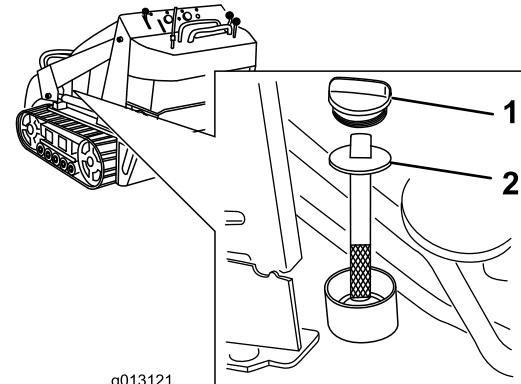

Bild 61
5. Reinigen Sie den Bereich um den Füllstutzen des Hydraulikbehälter (Bild 61).
6. Nehmen Sie den Deckel des Füllstutzens ab und prüfen Sie den Ölstand am Peilstab (Bild 61).